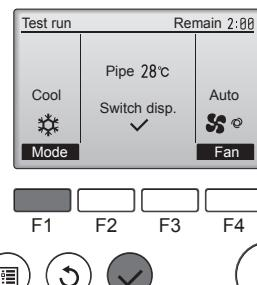

Fig. 7-6
- ① Кнопкой **F1** выберите режим работы "Cool" (Охлаждение) или "Heat" (Нагревание). (Fig. 7-6)
- ② Нажмите кнопку и откройте окно настройки режима работы заслонки.